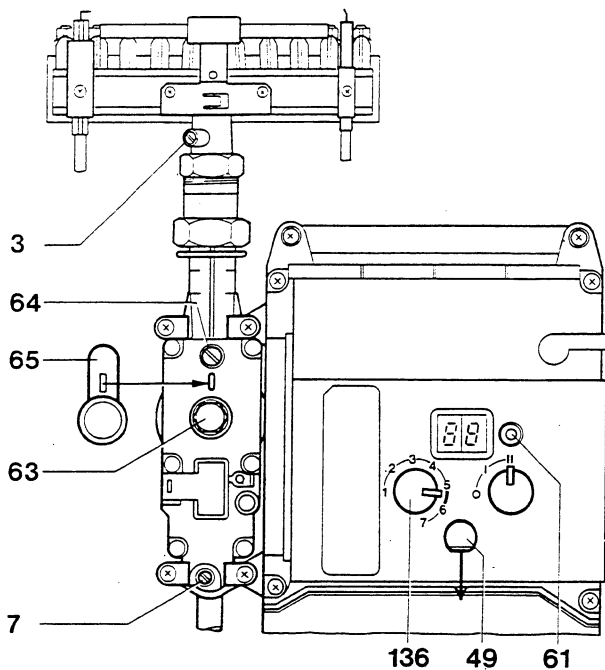

Fig. 22: Gruppo gas CE 426
1. Asportare la copertura piombata 65, fig. 22, per poter accedere alle viti di regolazione gas.